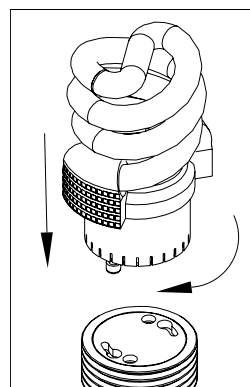

Figure 3
10. Use Wirenuts (4) to connect black fixture wire to the black power supply wire and white fixture wire to the white power supply wire.
11. Tuck wires into Fixture Assembly (6).
12. Position Fixture Assembly (6) over the screws protruding from Backplate (1) and secure with Decorative Finials (7)
13. Unscrew Lock Ring (10) from the socket (8).
14. Place the Glass Shade (9) over the socket (8) and reinstall the Lock Ring (10).
15. To install Lamp (11)- insert pins into socket (8) and rotate clockwise until secure. See Fig. 3.
10. Use Capuchones de Alambres (4) para conectar el alambre negro del luminario al alambre negro de suministro de electricidad y el alambre blanco del luminario al alambre blanco de suministro de electricidad. Vea Fig. 3.
11. Meta los alambres dentro del Espaciador de Sobrecielo (6).
12. Coloque el Ensamblaje del Luminario (6) sobre los tornillos que sobresalen de la placa trasera (1) y asegure con Finials Decorativos (7)
13. Desenrosque el anillo de cierre (10) del enchufe (8).
14. Coloque la Pantalla de Cristal (9) sobre el enchufe (8) e reinstale el anillo de cierre (10).
15. Para Instalar la lámpara (11) – inserte las clavijas en la base del enchufe (8) y gire hacia su derecha hasta que quede segura. Vea Fig. 3